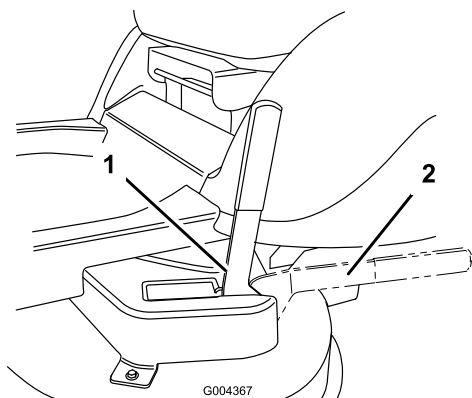

Figure 15
3. Placez le levier de recyclage sur demande (Figure 15) à la position voulue :